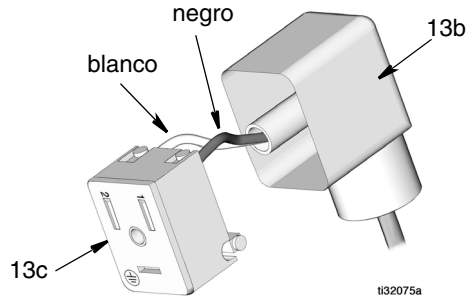

FIG. 9
12. Inserte el otro extremo del cable conector al conector del solenoide mini DIN. Conecte el cable de línea (negro) al terminal etiquetado 1, el cable neutro (blanco) al terminal etiquetado 2 (FIG. 9).
13. Cambie la placa de retención (13c) del conector DIN (13b) (FIG. 9).